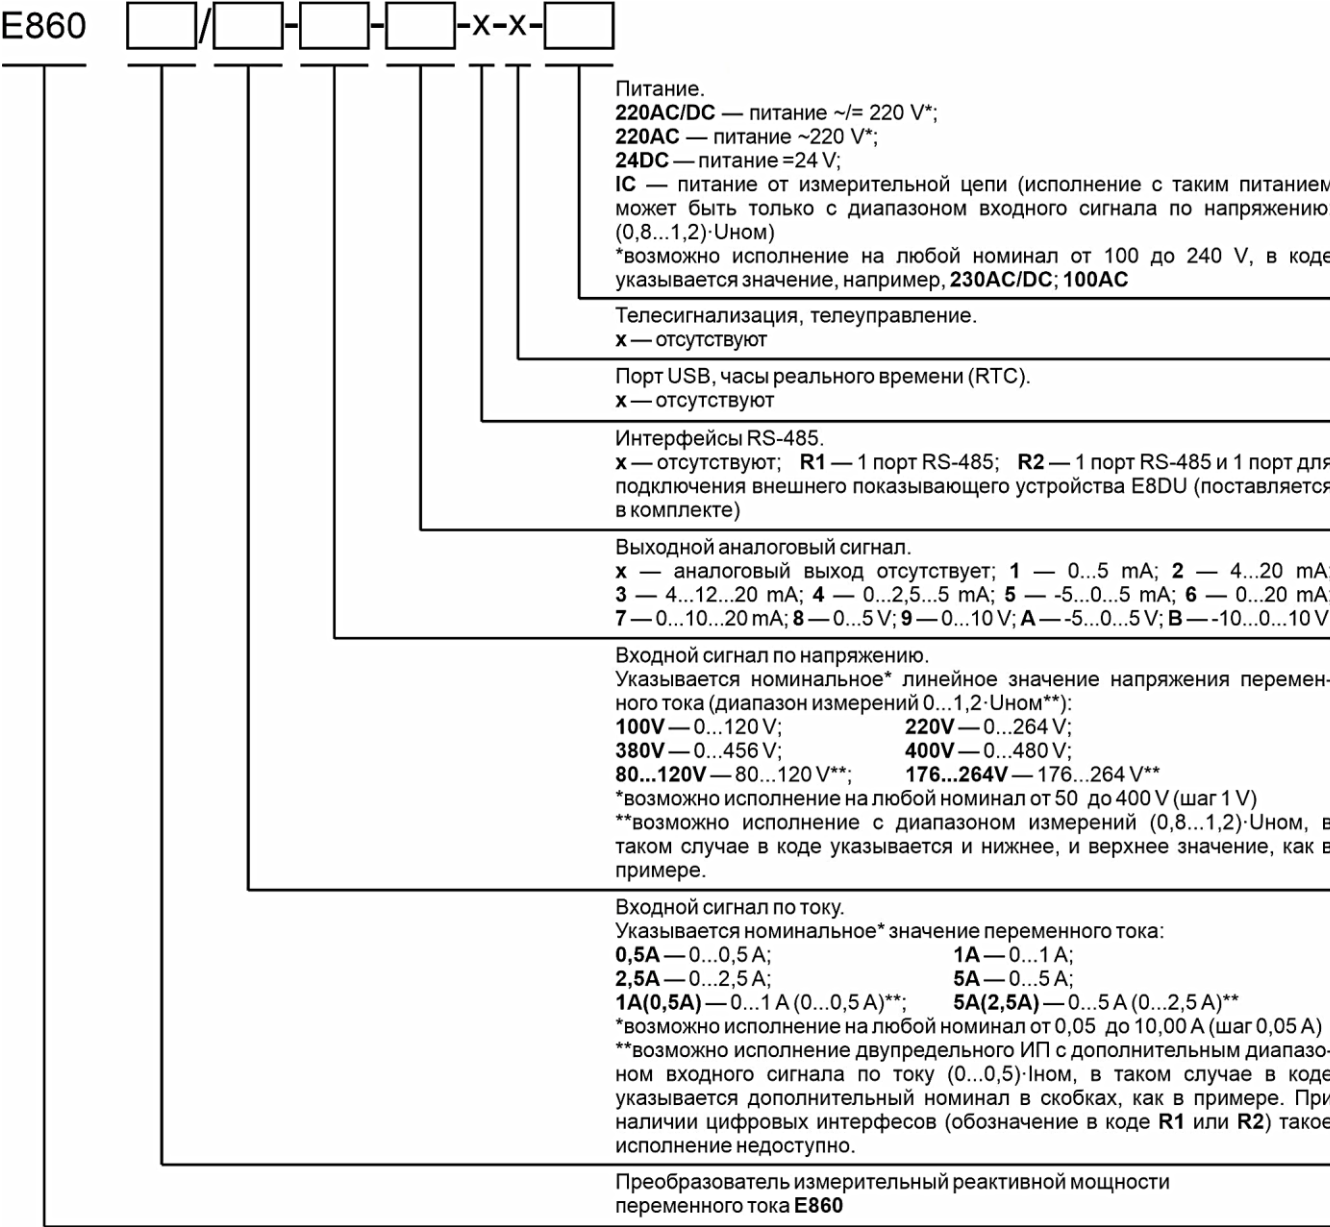

Рисунок 1 – Схема условного обозначения ИП
2.1 Основные технические данные ИП Е860 в соответствии с кодом условного обозначения (рис. 1).